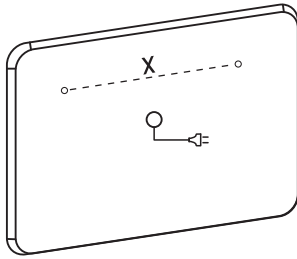
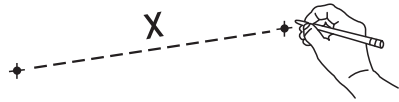

Рис. 1.1
Рис. 1.2
2. Измерьте расстояние X (Рис. 1.1) между навесами с задней стороны зеркала. Сделайте разметку на стене под отверстия для крепежа (Рис. 1.2).